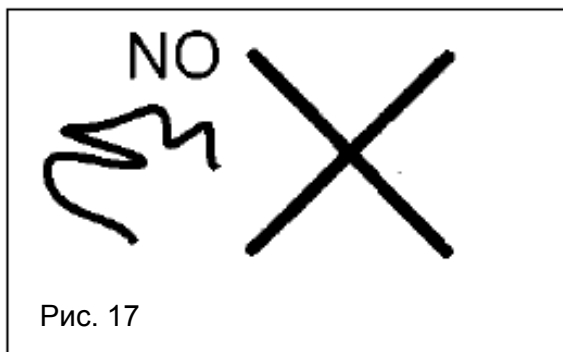

Рис. 17
- Запрещено использовать удлинители, переходники и/или многополюсные вилки (рис. 17)